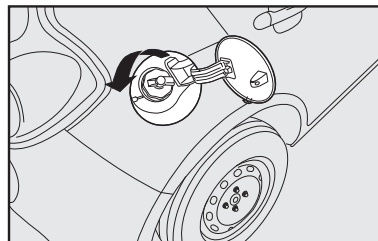

fig. 110
- Gire a tampa no sentido anti-horário; prossiga girando a tampa **fig. 110** até o seu completo desalojamento;